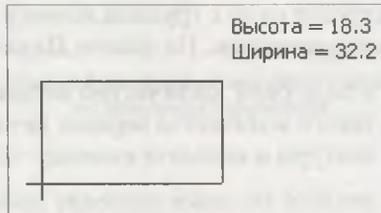

Рис. 6.3. Построение прямоугольника по двум точкам
- ♦ если известно положение его вершины (точка t_2), то задайте ее, щелкнув ЛК мыши, а высоту и ширину прямоугольника система определит автоматически. Прямоугольник построен (рис. 6.3);